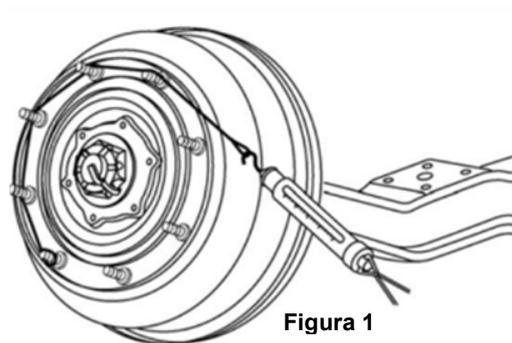

Figura 1
7. Mida la fuerza tangencial estándar inicial en el perno del cubo (**ver figura 1**). Use una cuerda para rodear el perno de la rueda durante media vuelta y tire de ella con un dinamómetro horizontalmente y gire el tambor de freno por encima de 90°.